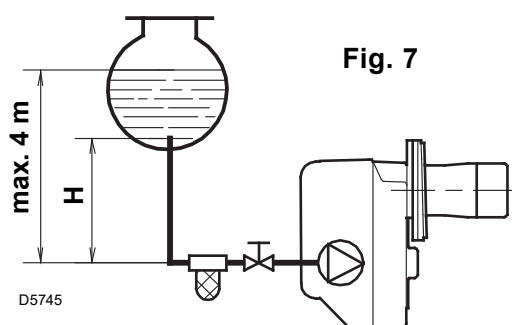
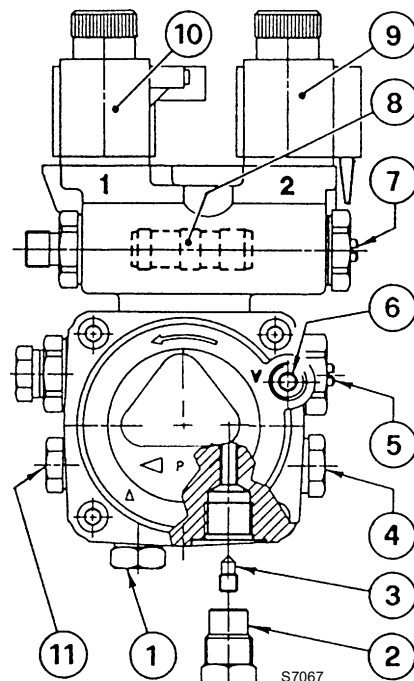

Fig. 7
Fig. 8
- De pomp is voorzien voor een installatie met twee leidingen. Draai bij één leiding de moer van de terugloopleiding (2) los, verwijder de by-pass schroef (3) en draai de dop (2) opnieuw aan, (zie Fig. 8).
Bij een installatie zoals in Fig. 7, de vacuümmetaansluiting (6, Fig. 8) losdraaien tot er brandstof ontsnapt.